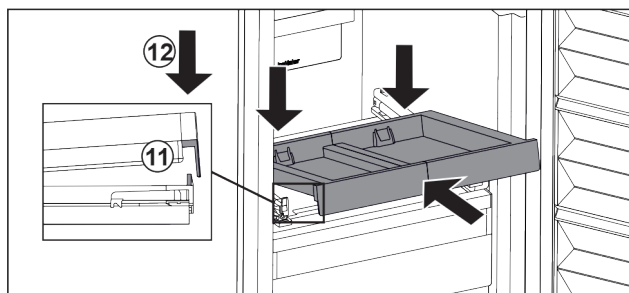

Fig. 27
- ▶ Вкарайте под ъгъл. Обърнете внимание на това, ограничителят и от двете страни да е зад езичето. Fig. 27 (11)
- ▶ Спуснете изтеглящата се дъска отпред. Fig. 27 (12)